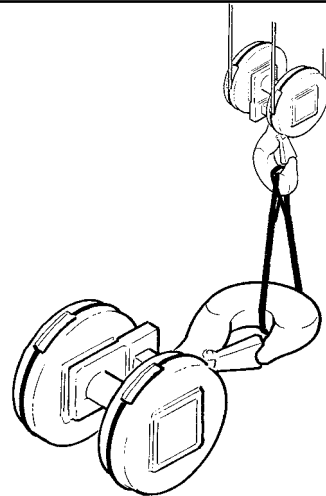

fig. 46
3. Liberare il bozzello dalle legature, ove presente come collo separato e non già montato sul paranco, e posizionarlo a terra, avendo cura di sollevarlo con idonei mezzi quando il suo peso supera i 30 kg (la massa, quando necessario, è indicata sul collo). Utilizzare sempre il gancio quale punto di imbracatura ovvero di presa nel caso di movimentazione manuale (fig. 46).